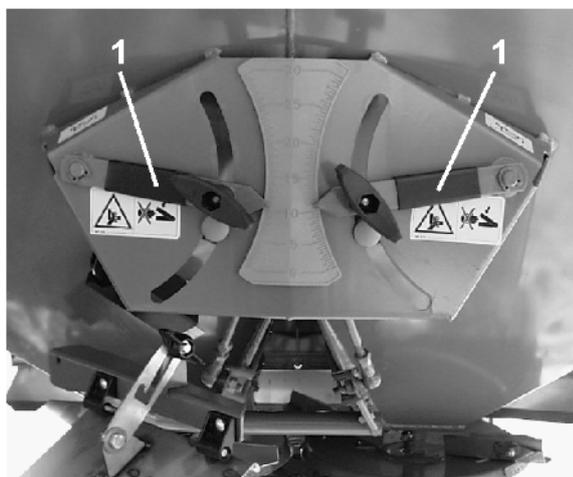

Fig. 104
4. Après avoir desserré l'écrou à ailettes (Fig. 104/1), le levier de réglage (Fig. 104/2) doit prendre appui sur la butée (Fig. 104/3).
- Dans cette position, l'arête de lecture (Fig. 104/4) doit indiquer la valeur "11" sur l'échelle graduée, correspondant à la position du clapet.
Si ce n'est pas le cas, modifiez la position de la butée (Fig. 104/3) en tournant les tiges de raccordement (Fig. 104/5) correspondantes :
6. Desserrez les contre-écrous (Fig. 104/6) des tiges de raccordement (Fig. 104/5).
7. Tournez les tiges de raccordement jusqu'à ce que la butée (Fig. 104/3) soit adjacente au levier de réglage (Fig. 104/2).